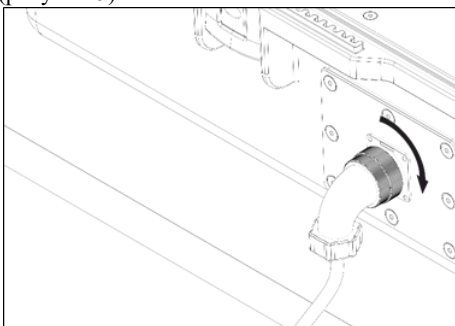

Рисунок 5
7.5 Закрутите гайку кабельного разъема до упора для обеспечения надежного контакта (рисунок 5).